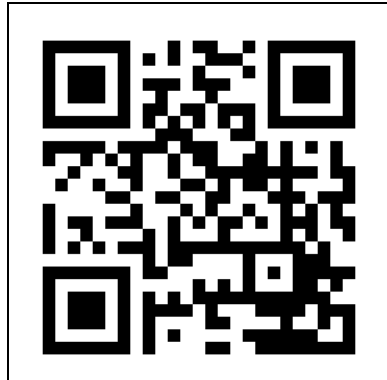

Abbildung 18
1. Öffnen Sie das Eurom Smart App-Handbuch mit dem QR-Code (Abbildung 18) oder gehen Sie zu www.eurom.nl/nl/manuals.
5. Entfernen Sie die Batterien aus der Fernbedienung (Abbildung 18).